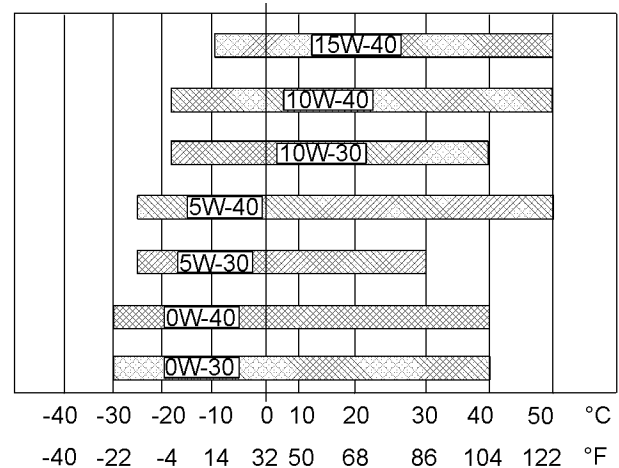

图 28 润滑剂粘度
请参阅图 28（最低温度）以确定发动机冷起动时所需要的机油粘度。
请参阅图 28（最高温度）以选择发动机在预期的最高环境温度下运行时所需要的机油粘度。
- 参见相应的“润滑剂粘度”。为找到适合您的发动机的机油粘度等级，请参阅图28。